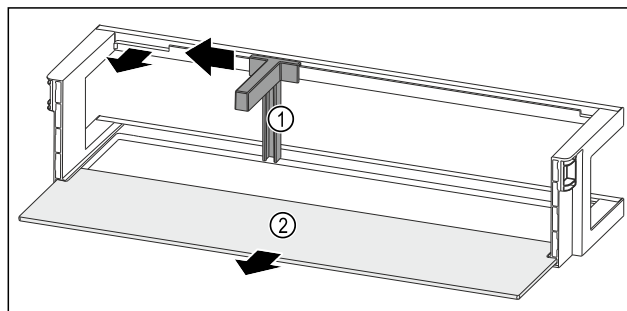

Fig. 128 Dveřní přihrádka s držákem lahví a odkládací plochou
- ▶ Držák lahví Fig. 128 (1) posuňte na stranu až k vybrání.
- ▶ Držák lahví Fig. 128 (1) odeberte.
- ▶ Odkládací plochu Fig. 128 (2) odeberte.